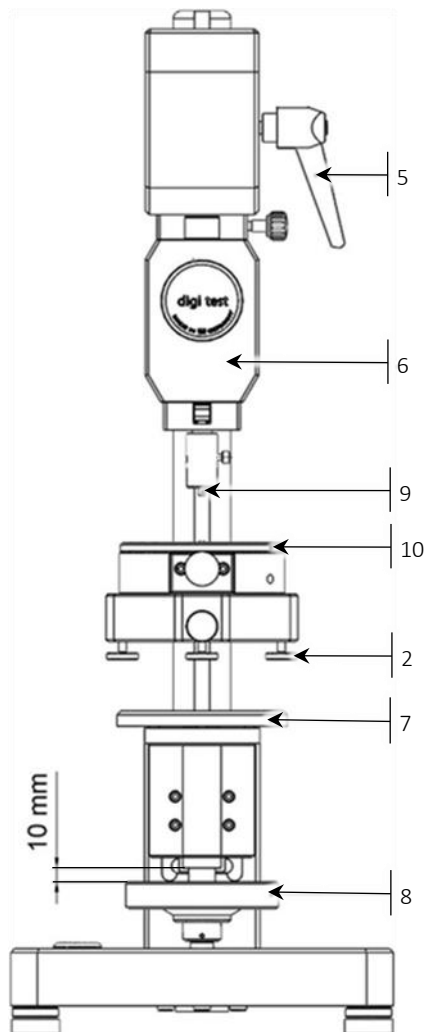

Abb. 1 Prüfstander
- Fahren Sie die Schnellzentriereinrichtung durch Drehen des Handrads (8, Abb. 1) nach oben, so dass sich die Druckplatte (9) zwischen den Zentrierstiften (1) in einem Abstand von ≈ 1 mm zum Auflagetisch befindet.